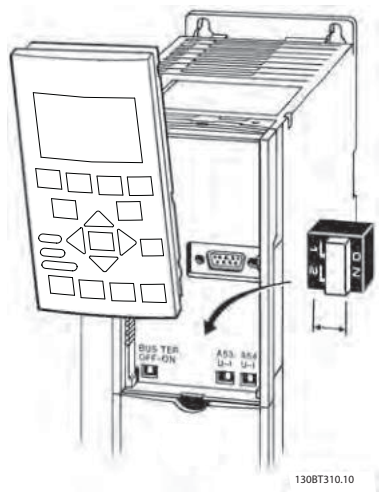

Ilustración 3.14 Ubicación de los conmutadores de los terminales 53 y 54
Ilustración 3.14 muestra los conectores extraíbles del convertidor de frecuencia. Las funciones de los terminales y los ajustes predeterminados están resumidos en la *Tabla 3.2*.
- Puede accederse a los conmutadores cuando se ha retirado el teclado (véase la *Ilustración 3.14*). Tenga en cuenta que algunas tarjetas de opción disponibles con la unidad podrían cubrir estos conmutadores y, por tanto, es necesario quitarlas para cambiar la configuración de los conmutadores. Desconecte siempre la alimentación de la unidad antes de quitar las tarjetas de opción.